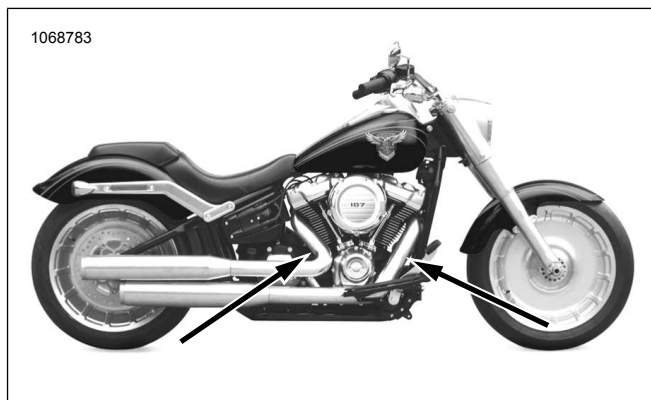

Figura 22. Localizações do sensor de oxigênio (lado interior dos tubos de escape)
Consultar Figura 22 e Tabela 5 Instalar os sensores de oxigênio de banda larga (2). Utilizando o casquilho do sensor de oxigênio (Ref. HD-48262-A) aperte com um binário de: